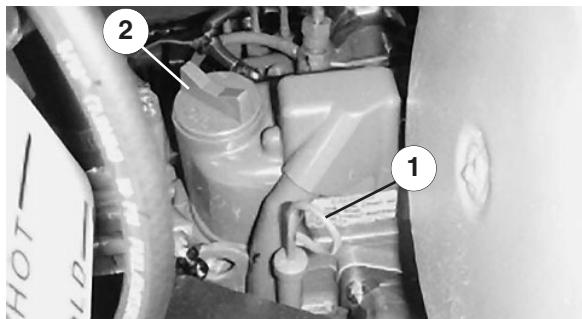

Bild 2
2. Nehmen Sie den Peilstab heraus (Bild 2), wischen ihn sauber und stecken ihn wieder hinein. Nehmen Sie den Peilstab heraus und kontrollieren den Ölstand. Der Ölstand muss sich bei der Markierung VOLL am Peilstab befinden.